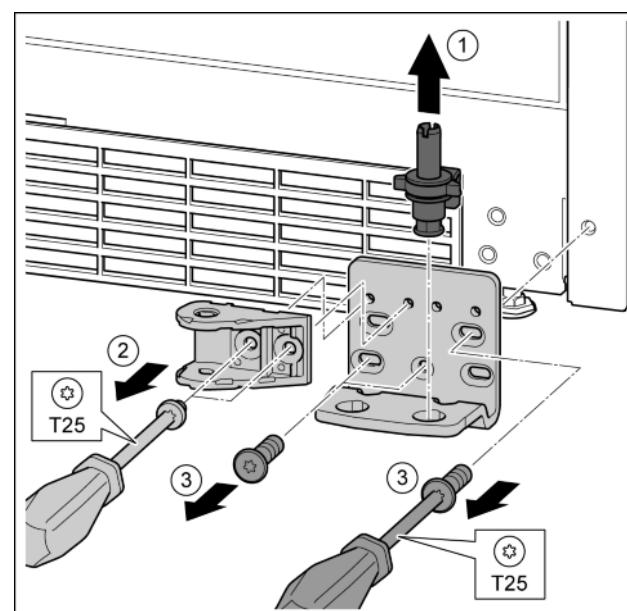

Fig. 33
- Ložiskový čep celý vytáhněte nahoru. Fig. 33 (1)
- Šroubovákem T25 vyšroubujte šrouby a sejměte spojení tlumiče zavírání. Fig. 33 (2)
- Šroubovákem T25 vyšroubujte šrouby a sejměte stojan ložiska. Fig. 33 (3)